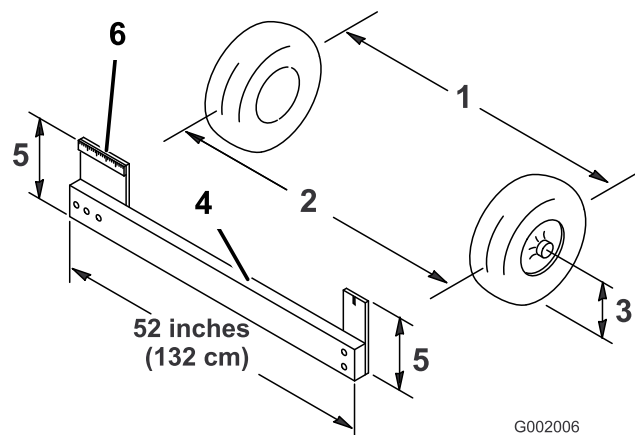

Bild 58
4. Messen Sie den Abstand zwischen beiden Vorderreifen auf Achshöhe (an der Vorder- und Rückseite der Vorderreifen) (Bild 58). Eine Messlehre ist für das hintere Maß der Vorderreifen auf Achshöhe erforderlich. Benutzen Sie das gleiche Maß für das genaue Vermessen der Vorderseite der Vorderreifen auf Achshöhe (Bild 58).